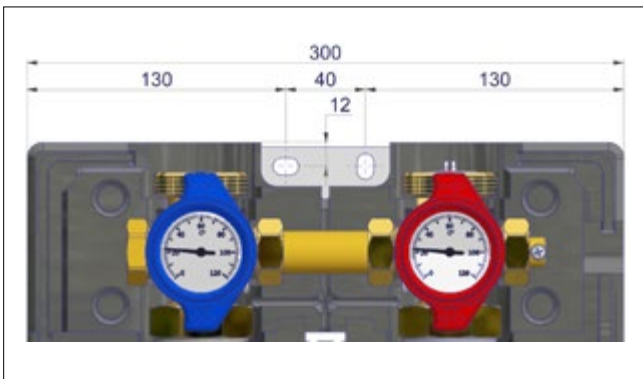

Fig. 7-1 : Schéma d'installation
2. Faire des repères sur les points de perçage pour monter le module hydraulique (voir « Fig. 7-1 : Schéma d'installation »).
3. Percer les trous correspondant à la dimension de la vis et du support (voir « Fig. 7-1 : Schéma d'installation »).
6. Installer le module hydraulique sur le mur en position verticale (voir « Fig. 7-1 : Schéma d'installation »).
8. Enlever le thermomètre (B) et démonter l'isolation intermédiaire (C).